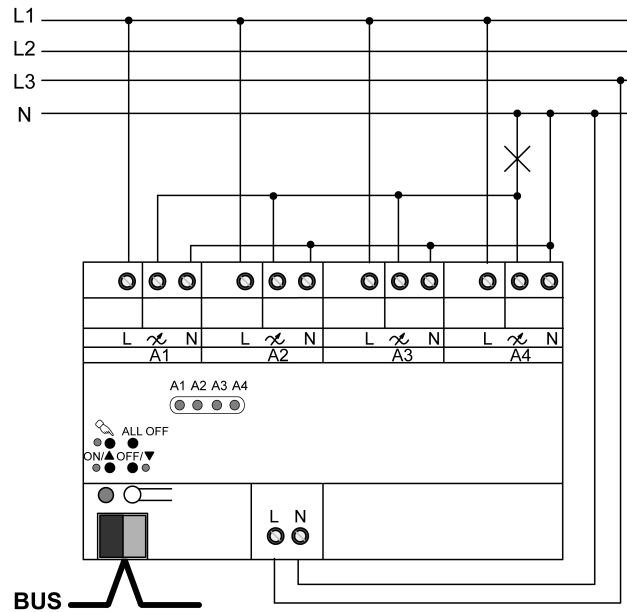

рисунок 5: Параллельное подключение выходов исполнительных элементов - пример подключения
- Подключите прибор, как показано на примере (рисунок 5).